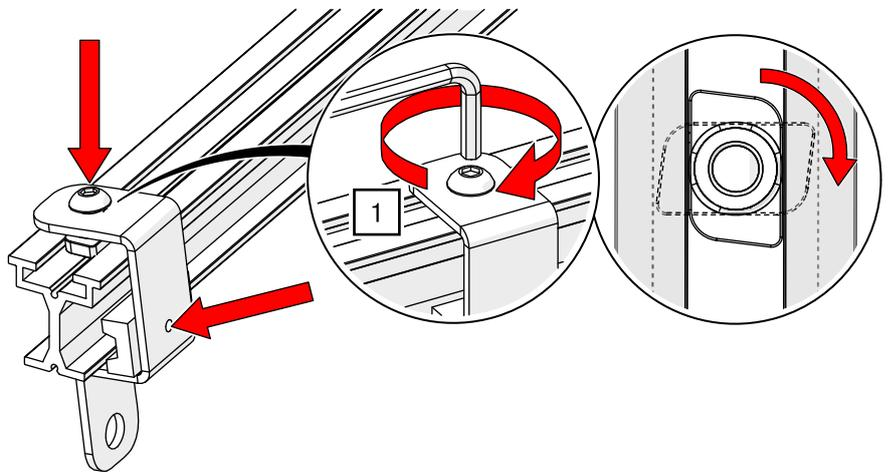

Abb. 52: TRUMPF 95 Endanschlag – Endanschlag montieren
1. Hängen Sie den vormontierten Endanschlag in das Schienenprofil und ziehen Sie die Schraube mit Nutstein mit einem ISK SW 5 und 27 Nm an (siehe Abb. 52).